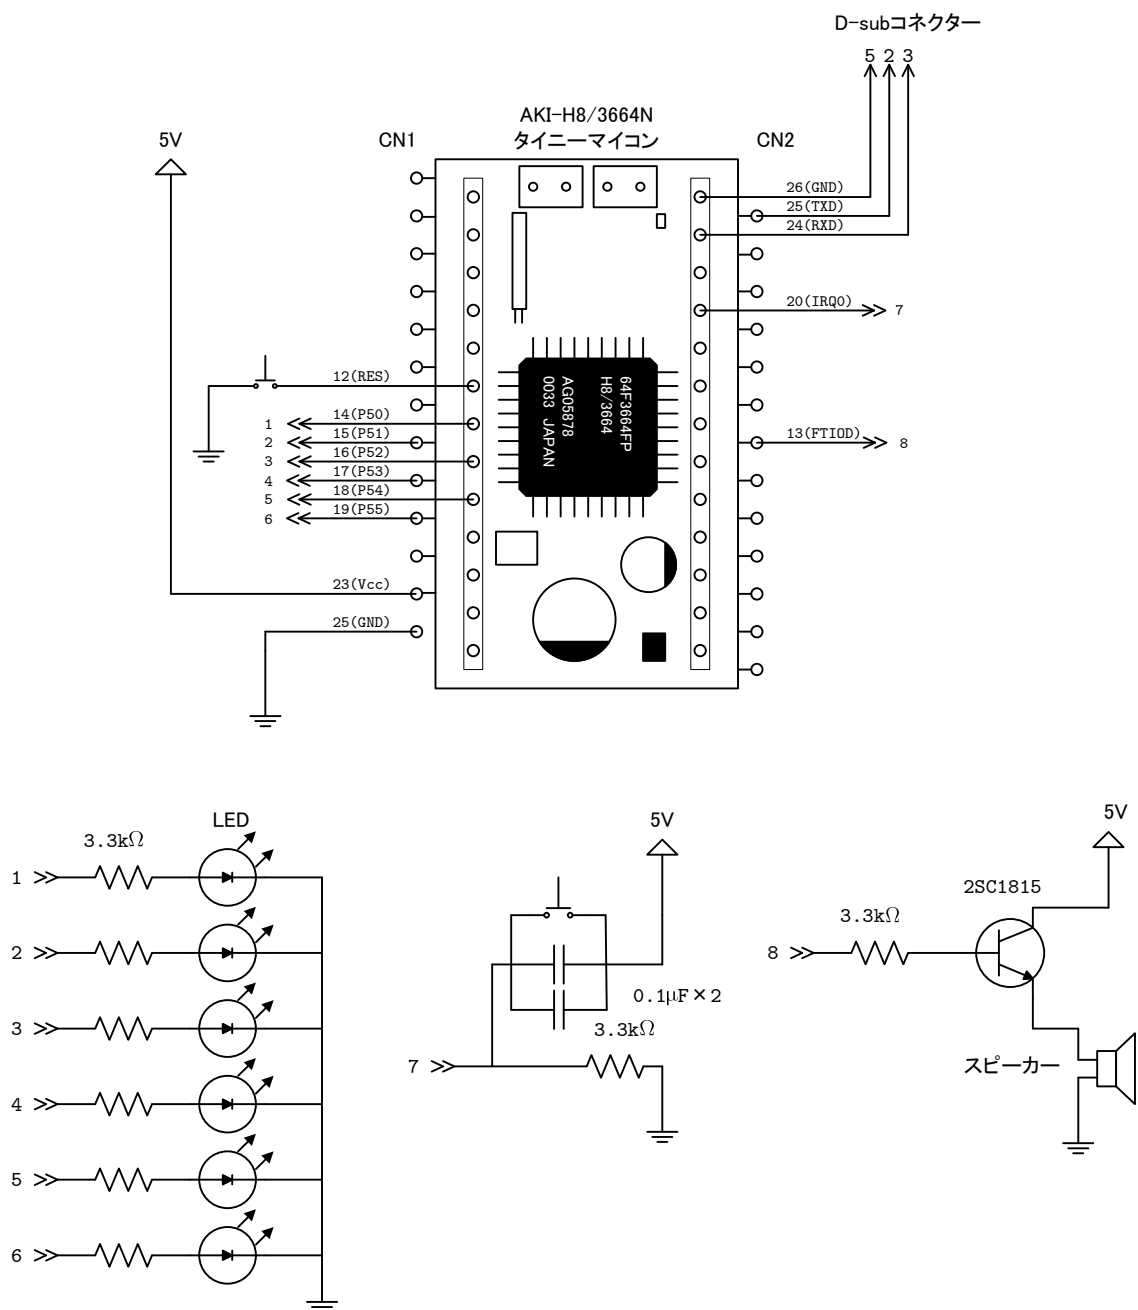

図 13: PWM を使ったスピーカーを鳴らす実験回路
1. 図 13 のような回路をブレッドボード上に作成する。ただし、まだ電源は接続しない。トランジスターの極性を間違えないこと。